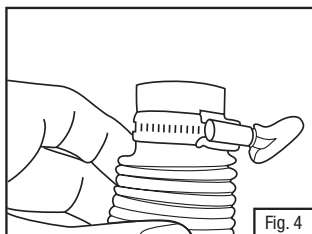

Fig. 4
1. Coloque la abrazadera de manguera en el extremo libre del tubo de respiración. (Fig. 4)